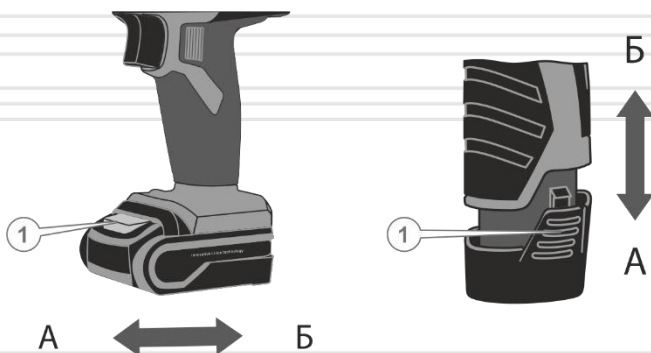

Рисунок 3. Схема установки (зняття) акумуляторної батареї
Щоб запобігти випадковому увімкненню електродвигуна шурупокрута та передчасного розряду акумуляторної батареї, передбачено блокування обертання шпинделя, яке рекомендується використовувати під час встановлення акумуляторної батареї (рис.3), у разі тривалої паузи в роботі, для перенесення виробу тощо.
Для під'єднання акумуляторної батареї до шурупокрута сполучіть виступи на акумуляторі із пазами на корпусі виробу та із невеликим зусиллям посуňte акумулятор у напрямку стрілки (Б) (див. Рис. 3) до появи характерного клацання. не рекомендовано докладати надмірних зусиль до акумулятора. Якщо акумуляторна батарея під'єднується із зусиллям, то це означає, що дії із встановлення виконуються неправильно, або в пази корпусу потрапив сторонній предмет, наприклад – стружка.
Щоб зняти акумуляторну батарею злегка натисніть на кнопку фіксації батареї (1) та, не відпускаючи кнопку, із невеликим зусиллям потягніть акумулятор у напрямку стрілки (А) (див. Рис. 3).